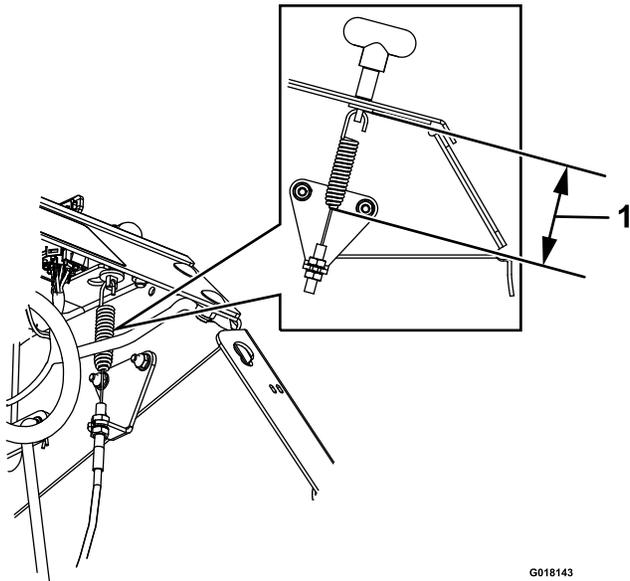

Figura 18
7. Ajuste la posición de la tuerca hasta obtener un espacio de 7.9 cm (3-1/8 pulgadas) desde la parte inferior del acoplamiento hasta el extremo inferior del muelle. Ver Figura 18.